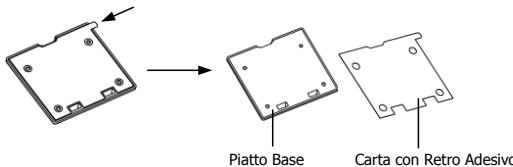

Fig. 11-10
- (1) Tirare la **Carta con Retro Adesivo** via dal **Piatto Base** come indicato dall'Icona a freccia in alto a sinistra della Fig. 11-10.